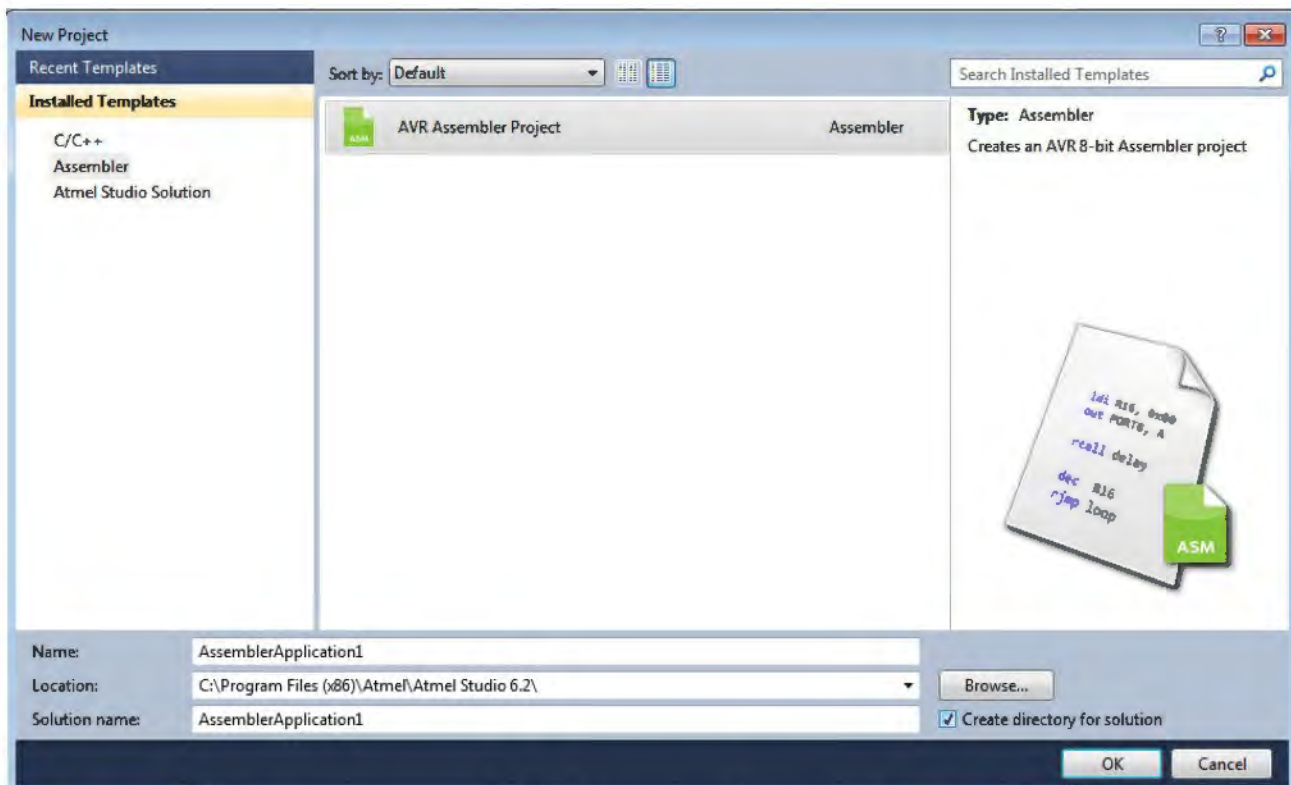

Figura 5. Fereastra de dialog pentru denumirea proiectului (solution)
- în acest moment se va afișa o fereastră asemănătoare cu cea din Figura 5. Se selectează ca Template „Assembler” și apoi „AVR Assembler Project” și se bifează opțiunea „Create directory for solution”. Apoi se completează câmpurile „Name” și „Location” și se apasă butonul „OK”;